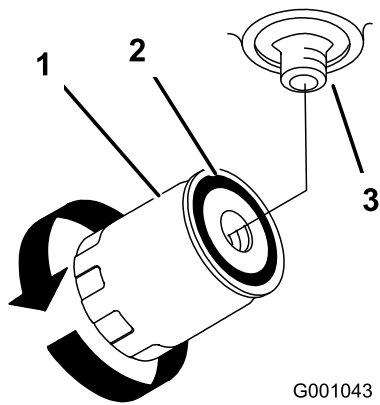

Figure 76
4. Appliquez une fine couche d'huile propre sur le joint en caoutchouc du filtre de rechange (Figure 76).
6. Remplissez le réservoir hydraulique jusqu'à ce que le liquide déborde du filtre. Tournez alors le filtre à huile dans le sens horaire jusqu'à ce que le joint en caoutchouc vienne toucher l'adaptateur du filtre. Serrez ensuite le filtre de 1/2 tour supplémentaire (Figure 76).